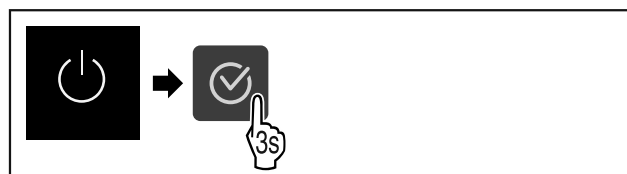

Fig. 61
► Выполните шаги действия см. Fig. 61 ж. 62